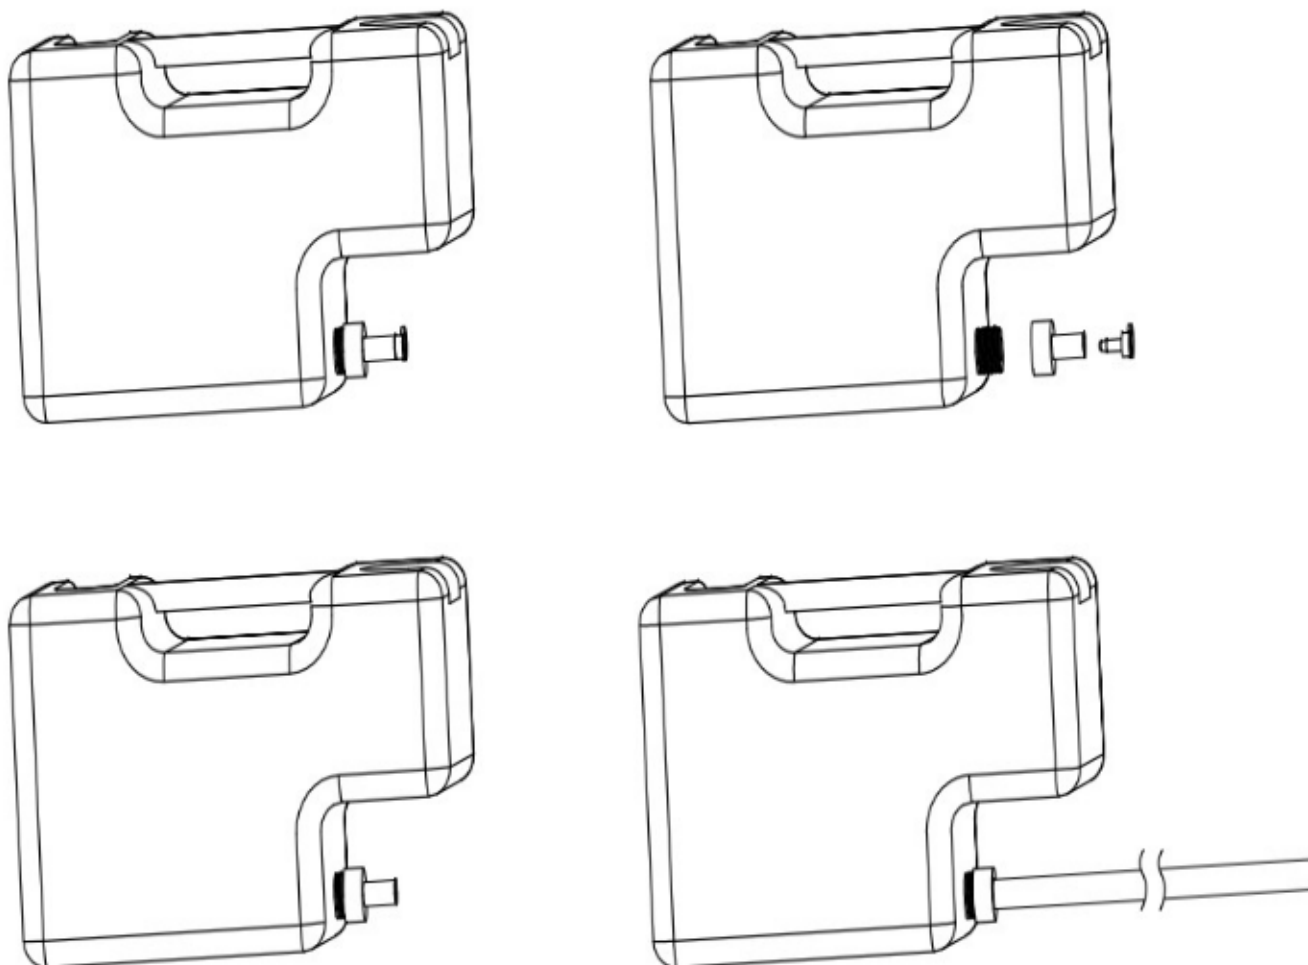

Rys. 2 Montaż uchwyty
2. Montaż uchwyty: Obróć uchwyt o 180* w osi poziomej i za pomocą dwóch śrub zamocuj uchwyt do obudowy jak na rys. 2